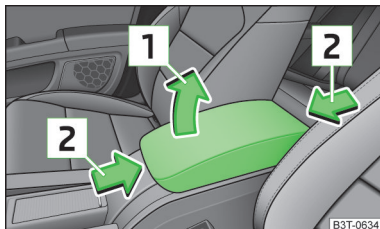

Fig. 75
► Abata primero la tapa hacia abajo y, a continuación, levántela en el sentido de la flecha **1** » fig. 75 hasta una de las 4 posiciones de encastre.
► Mueva la tapa en el sentido de la flecha **2** » fig. 75 hasta la posición deseada.